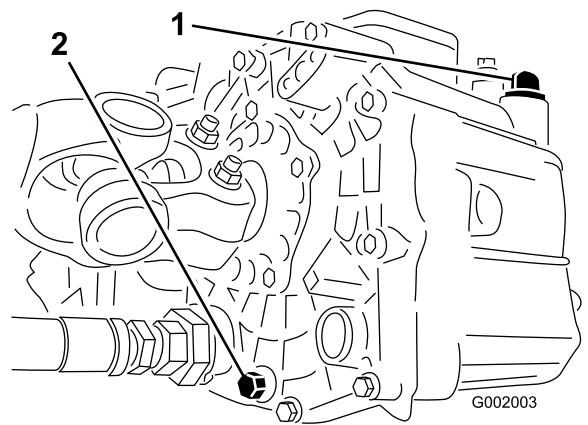

Bild 55
3. Nehmen Sie die Alassschraube an der Seite des Behälters ab und lassen Sie das Hydrauliköl in die Auffangwanne ablaufen (Bild 55).